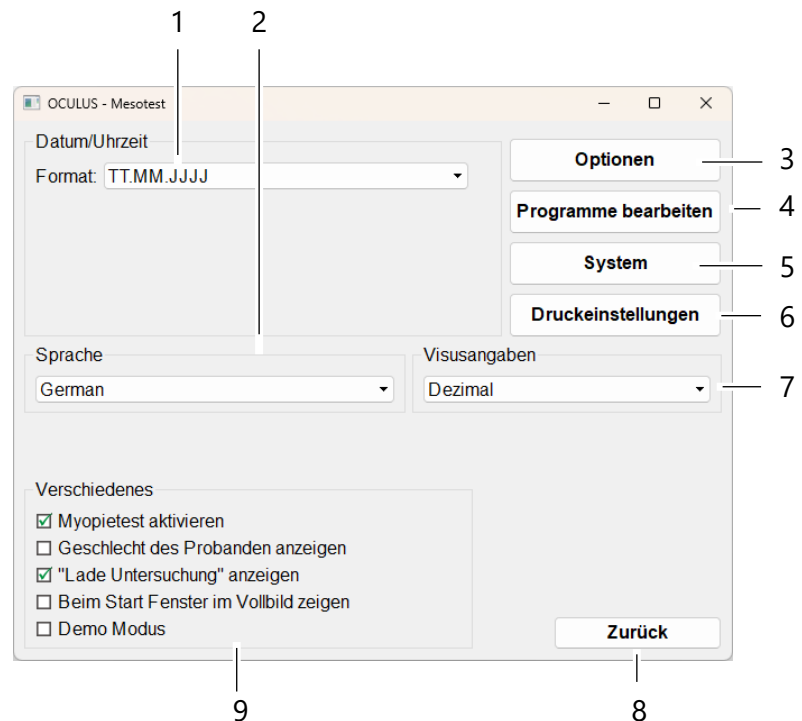

Abb. 10-7: Bildschirm „Einstellungen“
Gruppenfeld „Datum/Uhrzeit“ (Abb. 10-7, Seite 39):
Gruppenfeld „Sprache“ (Abb. 10-7, Seite 39):
Gruppenfeld „Visusangaben“ (Abb. 10-7, Seite 39):
Gruppenfeld „Verschiedenes“ (Abb. 10-7, Seite 39):
- ➔ Drücken Sie die Schaltfläche [Programme bearbeiten] (Abb. 10-7, Seite 39).
- ➔ Drücken Sie die Schaltfläche [Ergebnis] (Abb. 10-7, Seite 39). Über diesen Bildschirm können Sie Angaben zu Ihrer Person bzw. zu Ihrer Praxisadresse sowie Ihr eigenes Logo auf dem Ergebnisausdruck hinzufügen.
- ➔ Drücken Sie die Schaltfläche [Zurück] (*Abb. 10-7, Seite 39*).